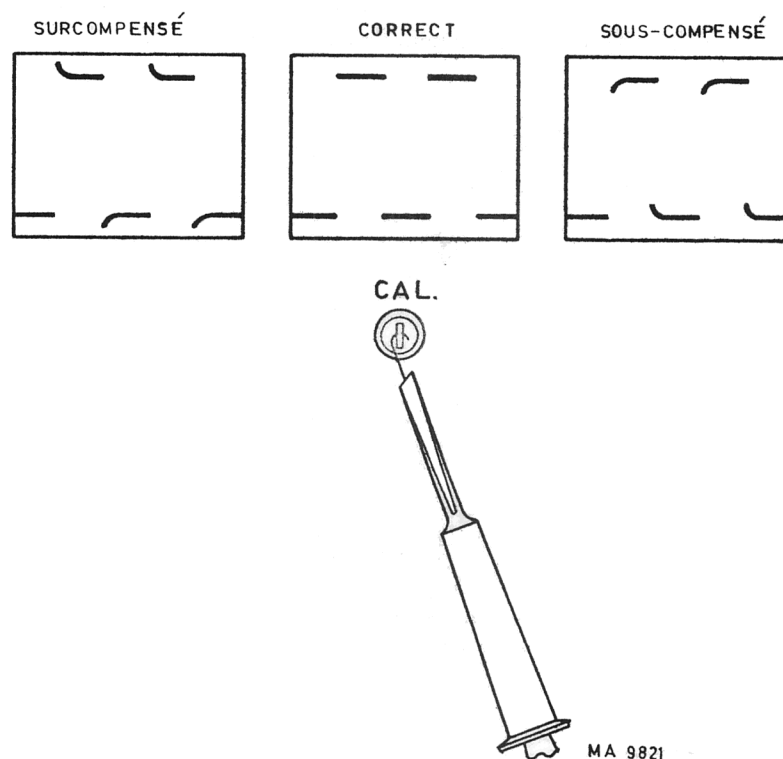

Fig. 2.3. Ajustage d'une sonde atténuatrice
Pour un réglage correct, on peut utiliser la prise de sortie CAL (voir figure 2.3).
- Introduire un petit tournevis par l'ouverture de la boîte de compensation et ajuster le trimmer afin d'obtenir un affichage correct comme illustré à la figure 2.3.